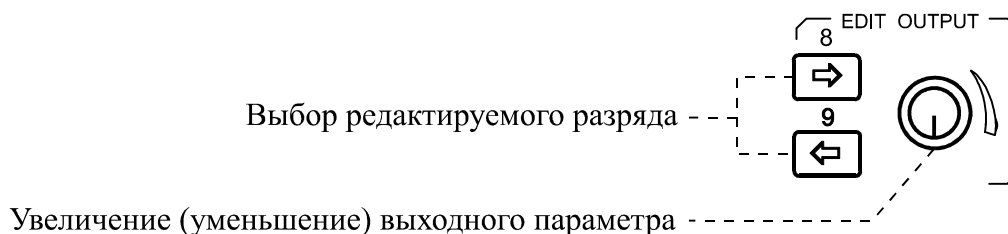

Рисунок 3.4
3.2.4.1 Кнопками «→», «←» и регулятором уровня (вращательного типа) производится редактирование числовой информации (рисунок 3.4). При этом в режимах воспроизведения напряжения и силы тока реализуется прямая (без предварительного набора) загрузка индикатора, в соответствии с которой меняется величина параметра на выходных гнездах.